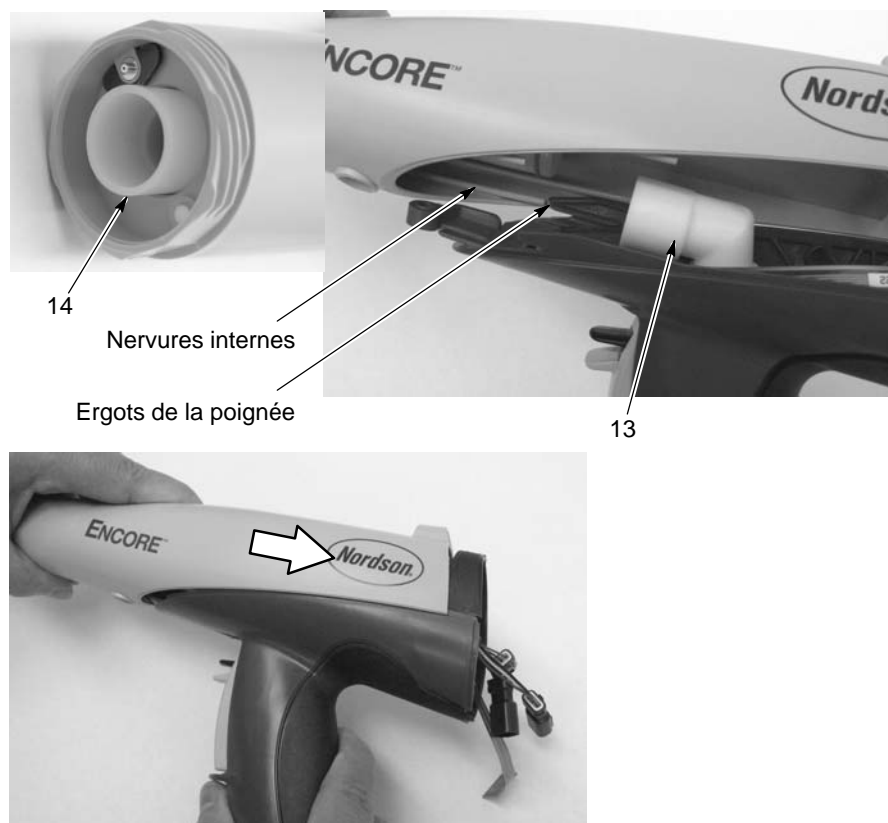

Fig. 5-14 Installation du tube à poudre de sortie
17. Voir la figure 5-14. Insérer le tube de sortie (14) muni des joints toriques à travers l'avant du corps du pistolet jusqu'à ce que l'extrémité coïncide avec celle du corps du pistolet.
18. Vérifier que le joint torique est monté dans la gorge sur le tube à poudre d'entrée. Monter le raccord coudé (13) sur l'extrémité du tube d'entrée.